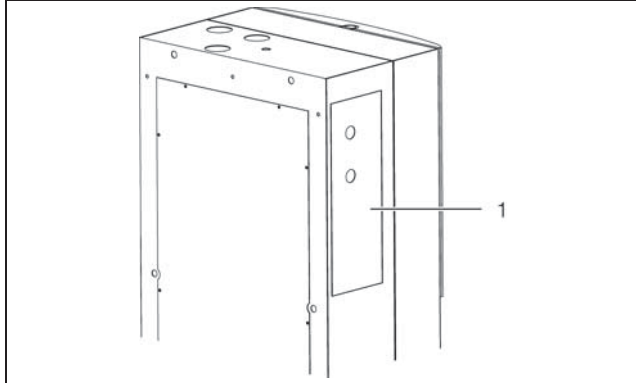

Fig. 45 : Raccordement SPS (3360.100, 3360.250, 3360.470)
- Ouvrir le clapot d'entretien (fig. 45, pos. 1) sur la partie gauche du refroidisseur d'eau.
- **Uniquement pour les modèles 3360.100, 3360.250, 3360.470 :** Ouvrir le clapot d'entretien (fig. 45, pos. 1).